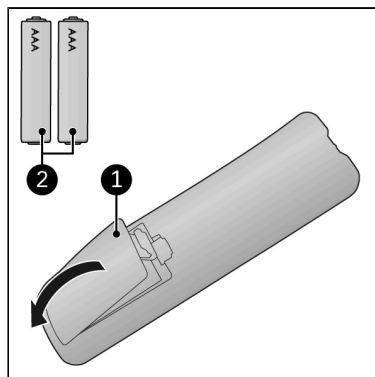

Figure 70.
1. Retirez le couvercle du compartiment à piles (Figure 70, pos. 1).
2. Insérez deux piles (AAA 1, V) (Figure 70, pos. 2) comme indiqué dans le compartiment. Assurez-vous d'insérer les piles correctement.